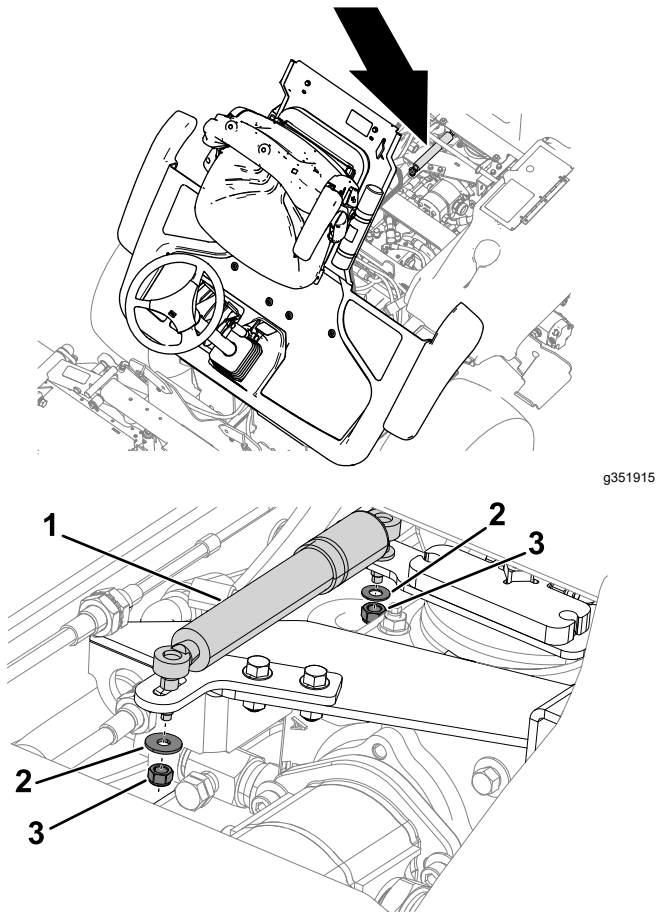

Bild 87
- Entfernen Sie die Unterlegscheiben und Muttern, mit denen der Dämpfer an der Getriebepumpe und der Halterung befestigt ist (Bild 87).